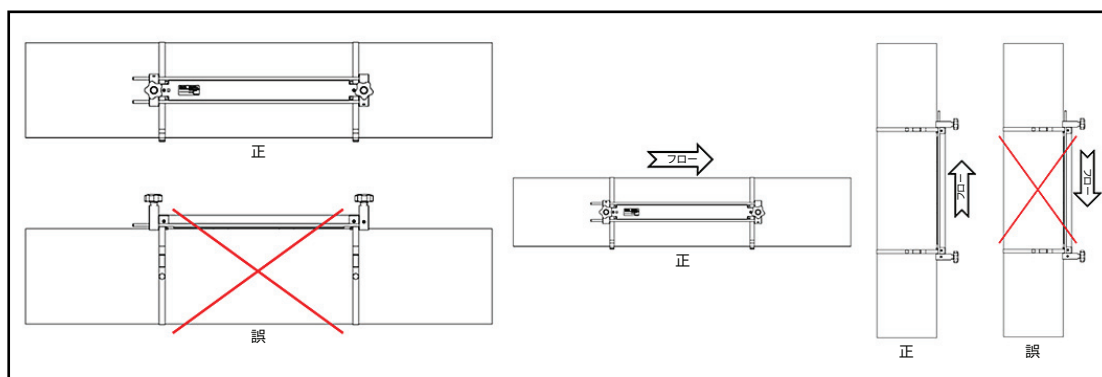

図 8: トランスデューサの良い位置と悪い位置
- トランスデューサを、管に沿った共通軸平面に配置します（以下の図 8 を参照）。管の上側や下側ではなく側面に設置する必要があります。いずれの場合も、超音波信号の過剰な減衰を引き起こす可能性があります。ただし、部分的に充填された管内で液体が自然落下しないように流れの方向が上向きになっている限り、垂直管には先述のような制約はありません。